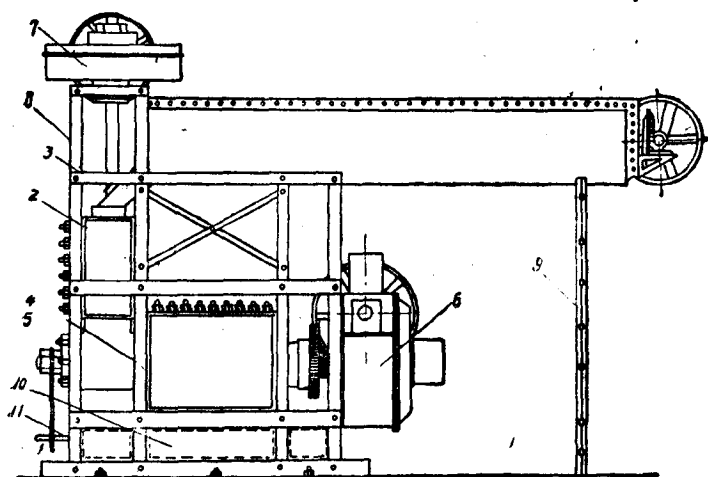

图1 双效螺旋榨油机结构示意图
（1）蒸炒部份 图 1 中为一长炒鍋，内有 8 个攪拌翅組，
(2) 压榨部份 图1中2为立榨籠，由7块榨籠板組成，两节榨条。3为立螺旋軸，共装有三个榨螺，上部是一个特制的大榨螺，下面紧安两个51式二号榨螺，并用鑑母将榨螺旋紧。螺旋軸最下端有套环与榨膛銜接，用以防治螺旋軸的摆动和下垂。4为三通。5为横榨籠与51式榨籠規格相同，横螺旋軸也与51式規格相同，但榨螺位置略向后移、圓刀、絲杠均較51式的为短。
(3) 傳动和机架部分 图1中6为横螺旋軸傳动牙輪外壳，其中牙輪位置与51式榨油机相同但没有進退刀用的一个小牙輪。7为立螺旋軸傳动牙輪外壳，内有大小伞形牙輪各一。8、9为机架，全用三角鉄和扁鉄鉚接或焊接而成。10为用灰砌成的油槽，11为螺旋輸送器。